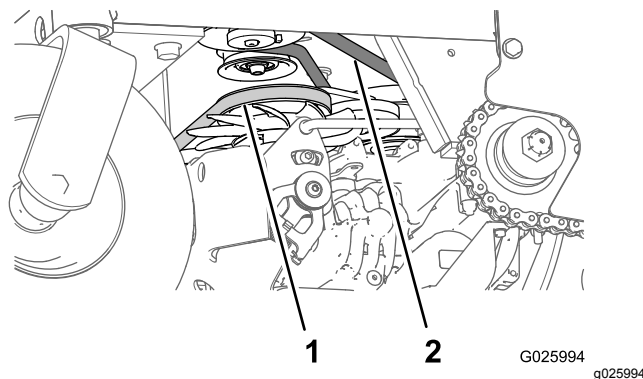

Figura 49
3. Compruebe la condición y la tensión de la correa de transmisión de la bomba auxiliar (Figura 49).
4. Compruebe la condición de la correa de la transmisión (Figura 49).